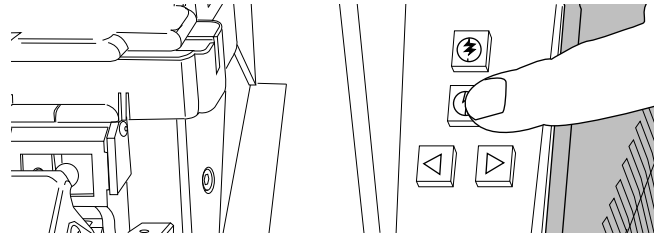

Abbildung 39
5.12 Betätigen Sie die Vorschweiß-taste (siehe Abb. 39). DIE FASERPOSITION DARF NACH DIESER VORBEREITENDEN MASSNAHME NICHT MEHR GEÄNDERT WERDEN !